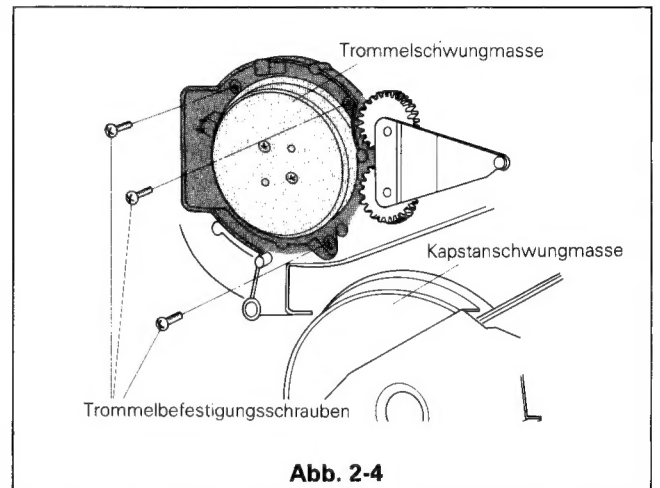

Abb. 2-4
4. Entfernen Sie die drei Befestigungsschrauben (Abb. 2-4). Halten Sie die obere Drum-Einheit fest und entfernen Sie die komplette Motor-Kopf-einheit durch sanftes Drehen in die obere Richtung.
2. Befestigen Sie die Kopftrommel-Motoreinheit wieder mit den drei Schrauben (Abb. 2-4) und sichern Sie die Schrauben.